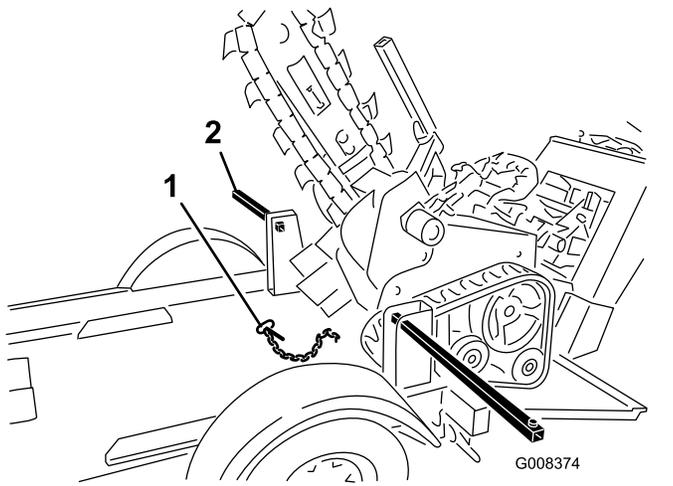

Figure 16
2. Retirez la goupille d'attache des barres de retenue et écartez les barres (Figure 16).